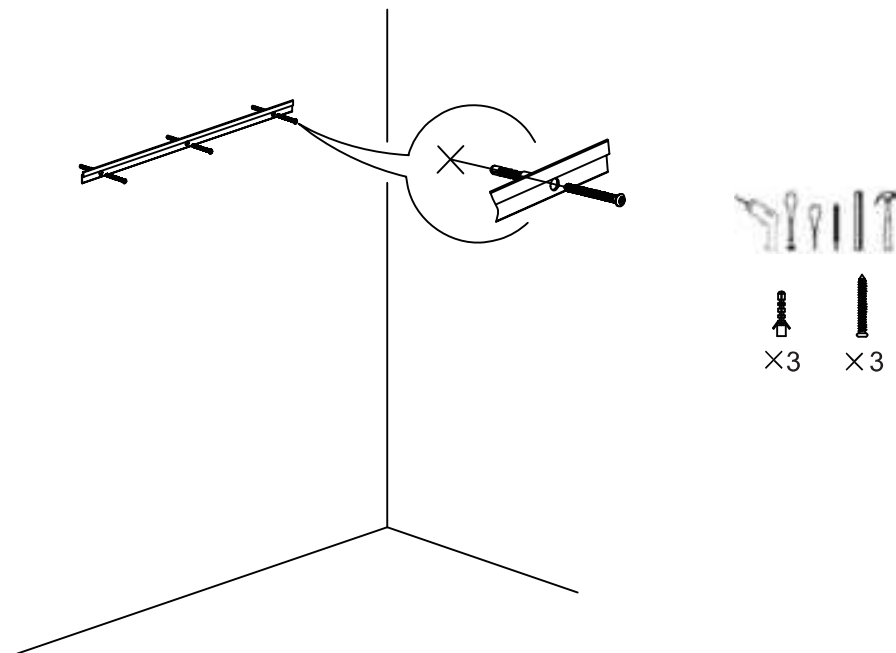

Fig. 2
- 1.4 Använd en hammare för att knacka in expansionspluggarna i hålen i väggen, dra sedan åt skruvarna med en skruvmejsel för att fästa stången och kalibrera nivån med ett vattenpass (Fig. 2).